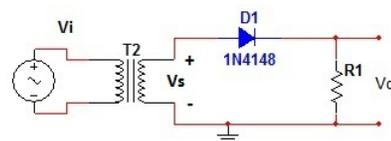

Figura 3. Retificador de meia onda sem filtro capacitivo.
O retificador de meia onda utiliza metade dos semiciclos da senoide de entrada. A figura 3 exibe o circuito de um retificador de meia onda.
**tensão de pico inversa** (*peak inverse voltage* - PIV) que o diodo deve ser capaz de suportar sem atingir a região de ruptura, determinada pelo maior valor de tensão inversa que pode aparecer no diodo. No circuito retificador da figura 3, observamos que, quando  $V_s$  é negativo, o diodo corta e  $V_O$  é igual a zero. Concluímos que o PIV é igual ao valor de pico de  $V_s$ ,
- a) Construa o circuito da figura 3.